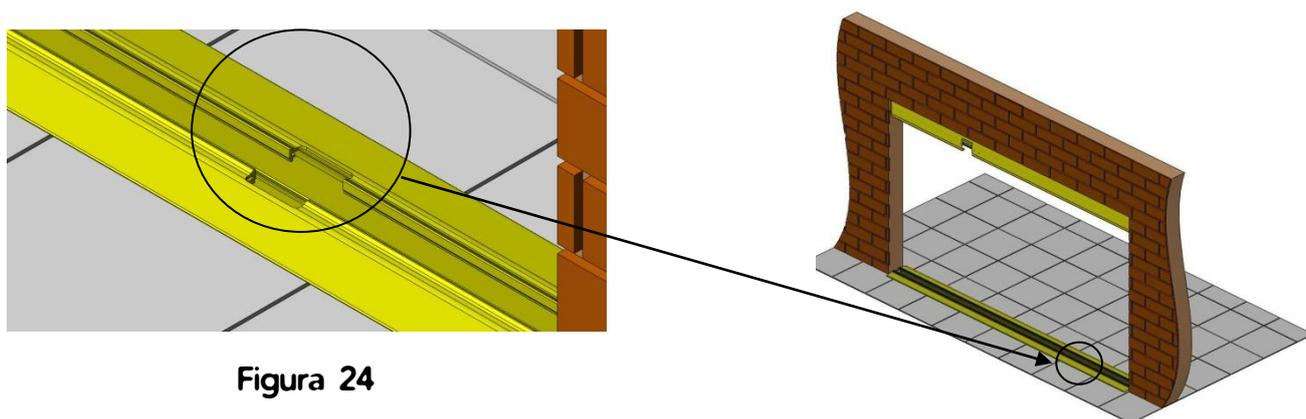
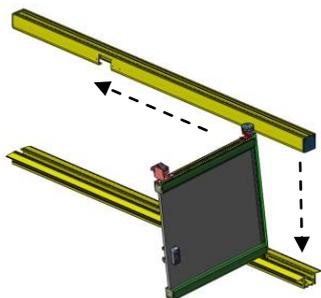

Figura 24
Figura 25
- Comenzar la instalación introduciendo la bisagra inferior de la 1ª hoja por el mecanizado del "Perfil Marco Inferior Embutido" (figura 24), manteniendo la bisagra superior lo más cerca posible del "Marco Perfil Superior" (figura 25).